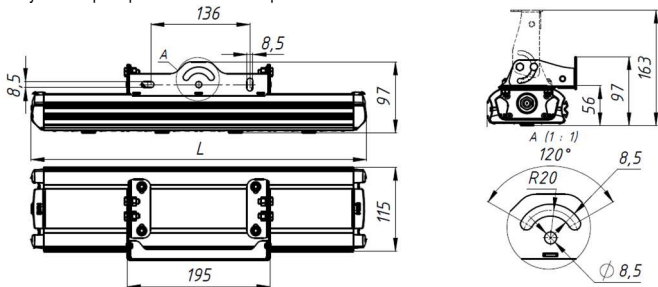
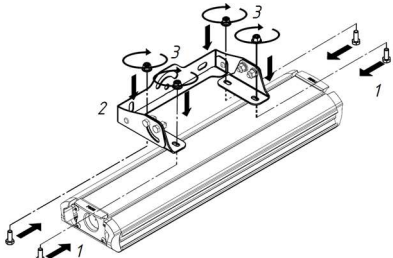

Рисунок 2. Габаритные размеры светильника с креплением.
Рисунок 4. Установка крепления на светильник
- 5.2. Установите крепление на светильник (см. рисунок 4). Конструкция крепления позволяет регулировать положение светильника в диапазоне от 0 до 90° (см. рисунок 2).